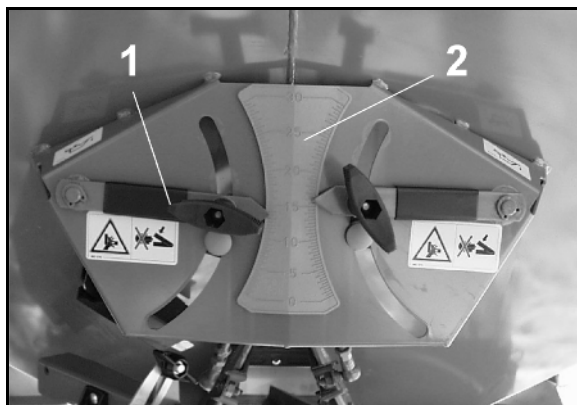
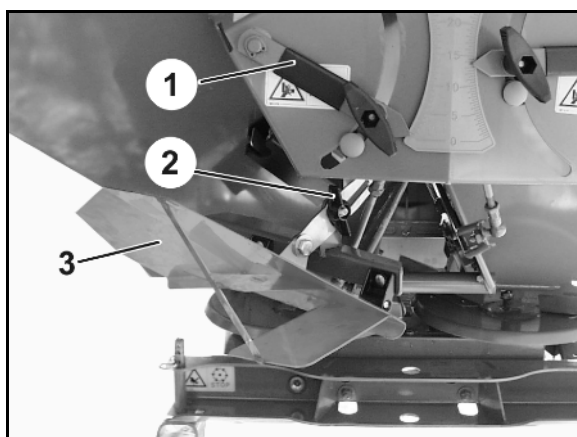

Bild 85
Bild 86
- Stäng det vänstra spjället (Bild 85/1).
2. Lossa vingmuttrarna (Bild 85/2).
3. Fäll ner gränsspridningsskärmen (Bild 85/3) från viloläget till driftläget (Bild 86).
4. Dra åt vingmuttern (Bild 85/2).